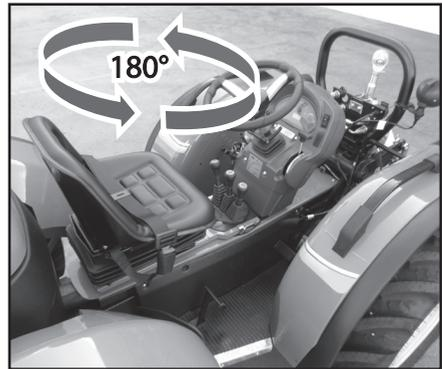

Abb. 5.14.4
Der Fahrerplatz (Sitz, Lenkrad, Baugruppe Armaturenbrett/Instrumente) ist auf einer drehbaren Plattform montiert und kann für den Einsatz in umgekehrter Position um 180° gedreht werden (Abb. 5.14.4).
5. Die drehbare Plattform um 180° gegen den Uhrzeigersinn drehen (Abb. 5.14.4).
6. Den Feststeller (2) entriegeln, den Sitz senken und sicherstellen, dass die drehbare Plattform in der neuen Position festgespannt ist.